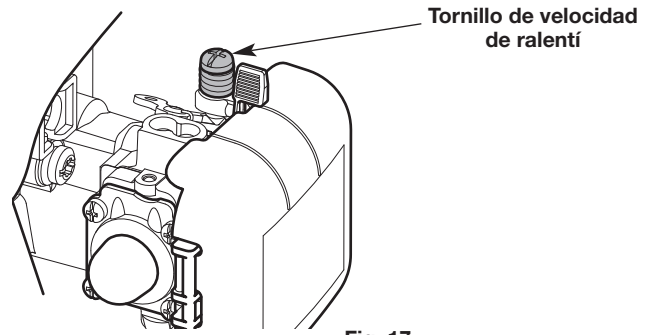

Fig. 17
- Si el motor se para, aumente la velocidad de ralentí. Use un destornillador Phillips pequeño para girar el tornillo de velocidad de ralentí en el sentido de las agujas del reloj, 1/8 de giro cada vez hasta que el motor funciona al ralentí de manera uniforme (Fig. 17).